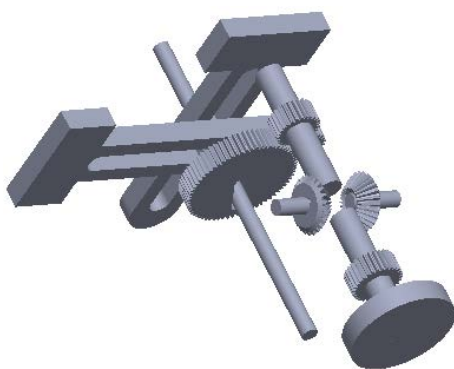

图 8-97 螺杆式坐标仪齿轮滑槽机构
(1) 螺杆式坐标仪齿轮滑槽机构仿真。本练习的螺杆式坐标仪齿轮滑槽机构如图 8-97 所示。